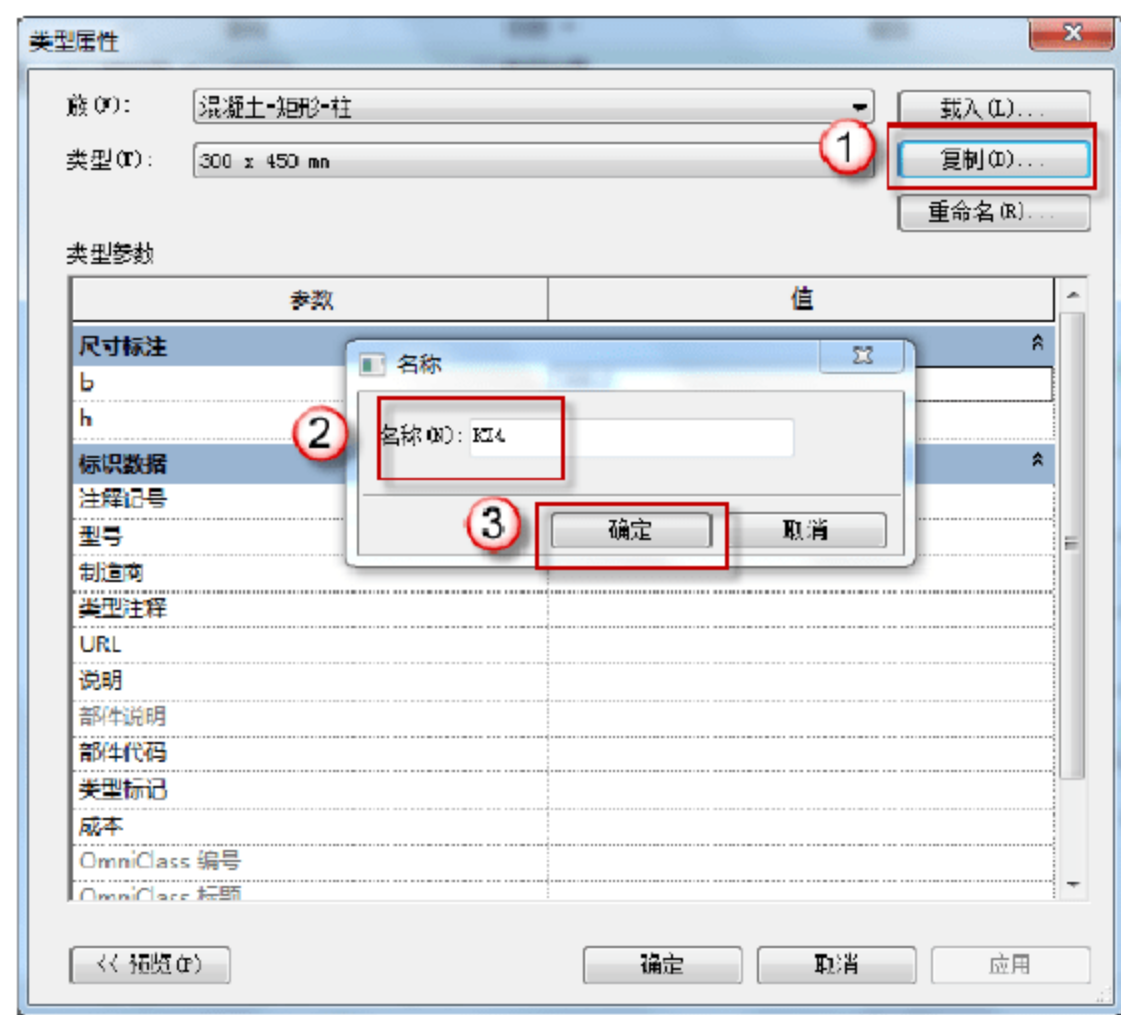
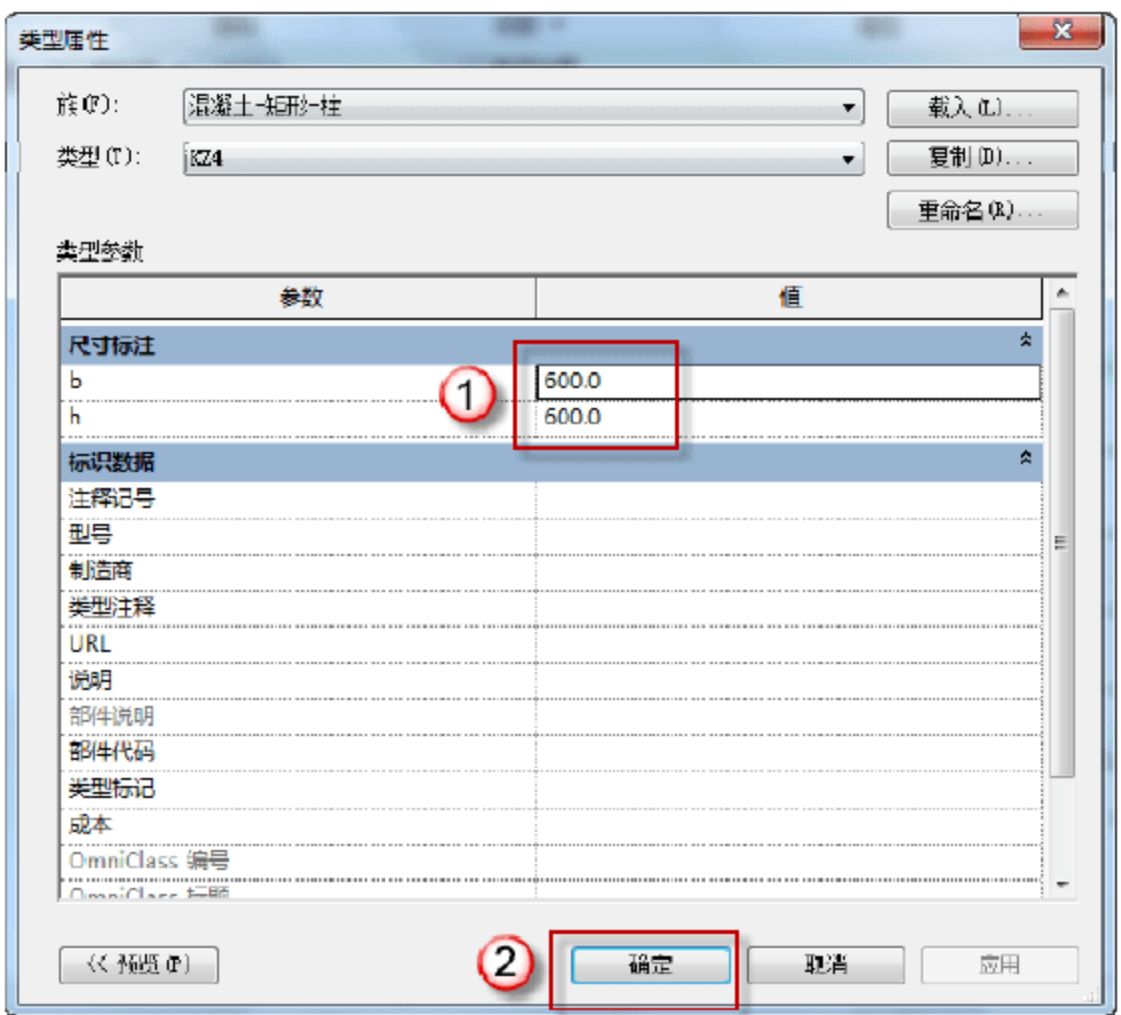

图 3.1.13 输入 KZ4 名称
图 3.1.14 输入 KZ4 截面尺寸
(8) 建立框架柱 KZ4 信息库。选择“结构”→“柱”→“编辑类型”命令，在弹出的“类型属性”对话框中，单击“复制”按钮，在弹出的对话框中输入 KZ4 字样，单击“确定”按钮。在“尺寸标注”栏中输入 b、h 的尺寸，单击“确定”按钮，如图 3.1.13 和图 3.1.14 所示。